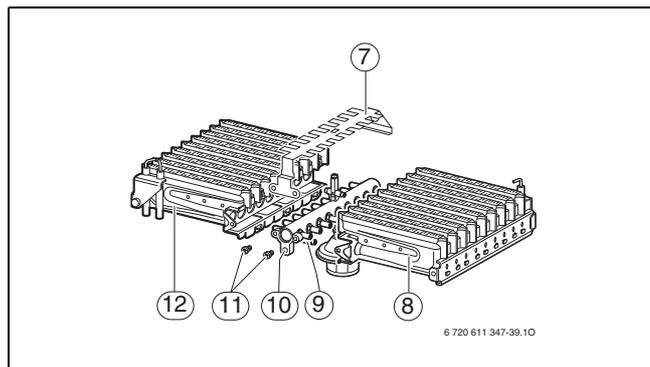

Рис. 32
- ▶ Отвернуть винты (→ рис. 32, [11]).